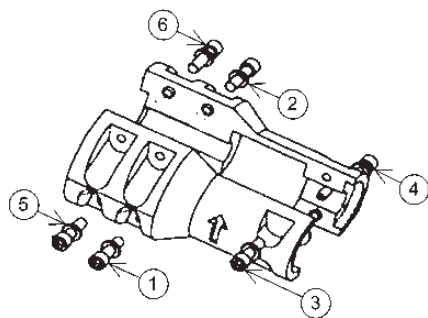

Figura 30: Patrón de torsión del acople Figura 30a: Ubicación de medición de holgura
33. Apriete muy ligeramente los (4) tornillos de cabeza hueca restantes en el acople. Apriete el acople de manera uniforme; aseguro que el acople esté simétrico tanto en el eje de la bomba como en el del motor. NO apriete los tornillos de cabeza hueca aún.
34. Apriete los tornillos de cabeza hueca en el acople. Consulte la Figura 30 para obtener el par de torsión correcto. Vea la sección “Datos de ingeniería” en la página 8 de este manual para obtener el valor de par de torsión correcto.